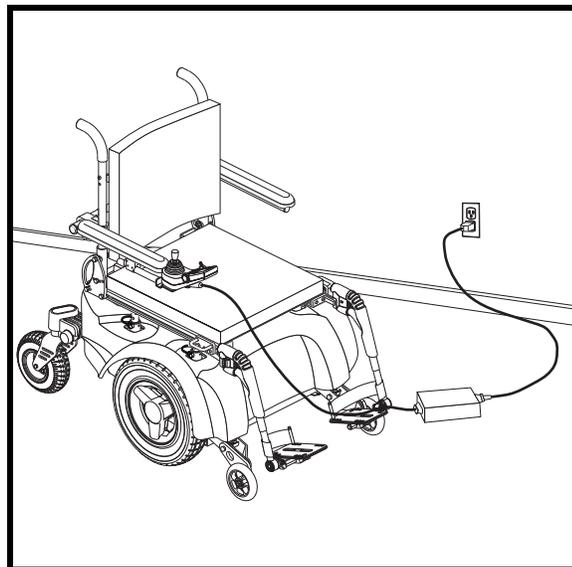

Figure 23. Recharge des batteries
3. Branchez le connecteur à 3-fiches du câble du chargeur externe dans le réceptacle de programmation/chargeur sur le contrôleur. **Voir la figure 23.**